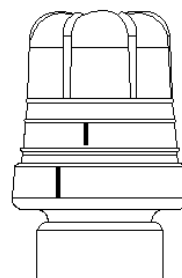

Рис. 3
1. Вручную выставляем на позицию открыто, см. рис. 3 (=поставляется в таком виде, для облегчения установки).
Колпачок легко прижать и повернуть влево (против часовой стрелки), колпачок поднимется вверх, пометки не будут находиться в положении друг напротив друга (см. рис. 3). Теперь вентиль открыт.